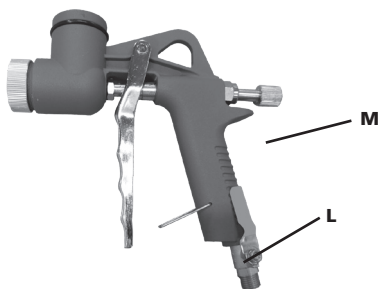

Fig. 2
Pour régler le débit du produit, tournez le bouton (M) (Fig.2). Pour régler le débit d'air, tournez le levier (L) (Fig.2).